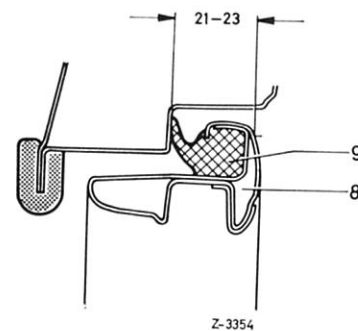

Bild 72-17/4
- 7 Abstand vom Fensterrahmen (8) bis zur Anlagefläche des Dichtrahmens (9) auf 21 bis 23 mm einstellen (Bild 72-17/4).